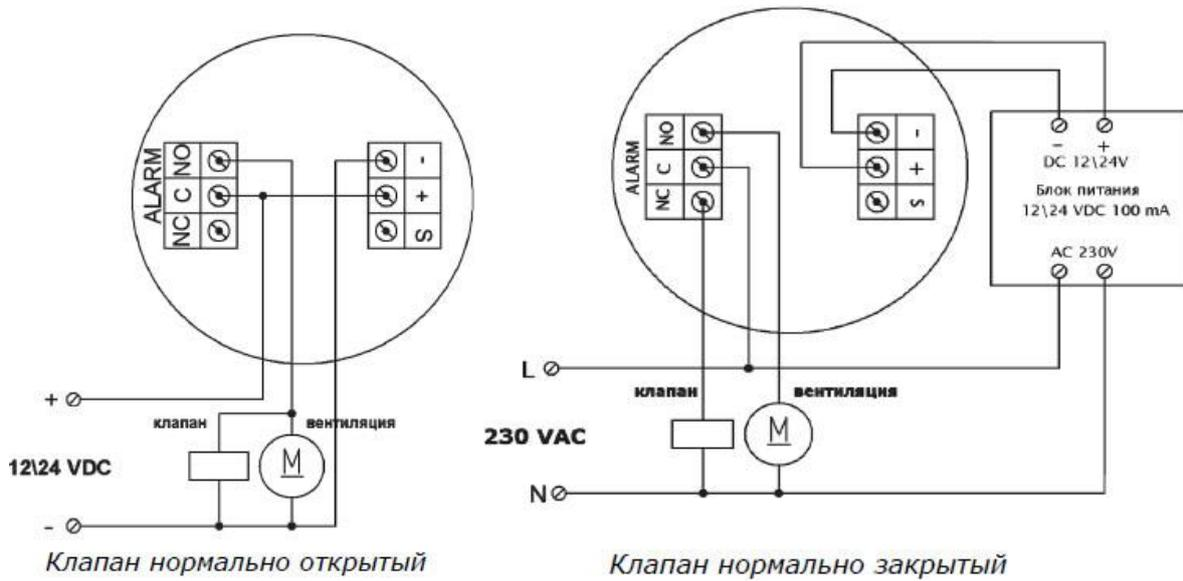

Рисунок 3 – Подключение релейных газосигнализаторов модификаций М
- присоединить кабеля от газосигнализаторов, исполнительных устройств и источников питания к соответствующим клеммам (рисунок 3).